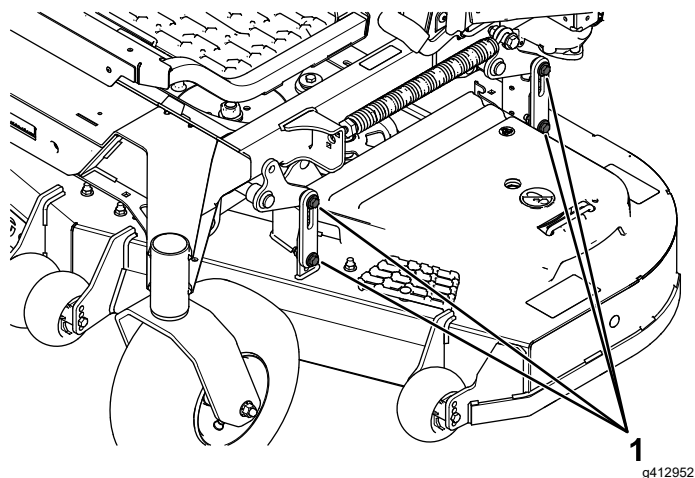

Figure 90
16. Desserrez les boulons (Figure 90) aux quatre coins de sorte que le tablier repose solidement sur les 4 cales.